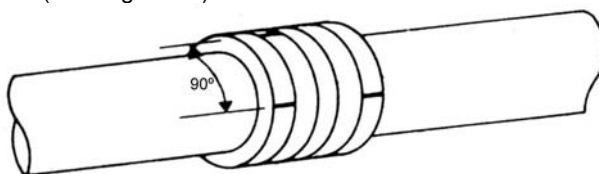

Figura 23 – Posição dos anéis defasados em 90°
- proceder a montagem na sequência inversa da desmontagem, introduzindo cada peça no interior da câmara com o auxílio do aperta gaxeta. os anéis de gaxeta deverão ser montados com o corte defasado cerca de 90° um em relação ao outro (vide Figura 23).